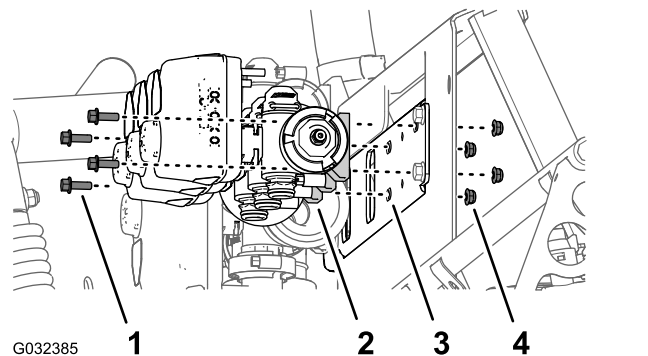

Figure 60
- Retirez les 2 boulons à embase (1/4 x 3/4") et les 2 contre-écrous (1/4") qui fixent la vanne de section de rampe droite au support de collecteur (Figure 60).
- Retirez les 2 boulons à embase (1/4 x 3/4") et les 2 contre-écrous (1/4") qui fixent la vanne de section de rampe gauche au support de collecteur (Figure 60).
- Déposez les vannes de section de rampe du support de collecteur et mettez-les de côté (Figure 60).